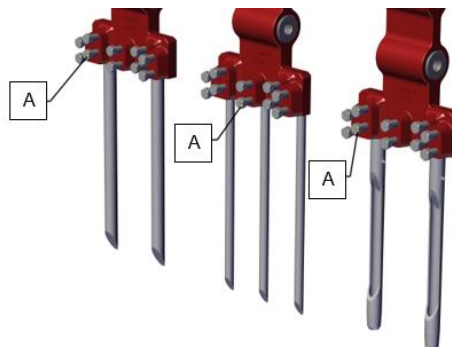

Fig. 10
Os parafusos de bloqueio (A) podem ser apertados a 40 Nm (29.5 lbf.ft.). (Fig. 10)